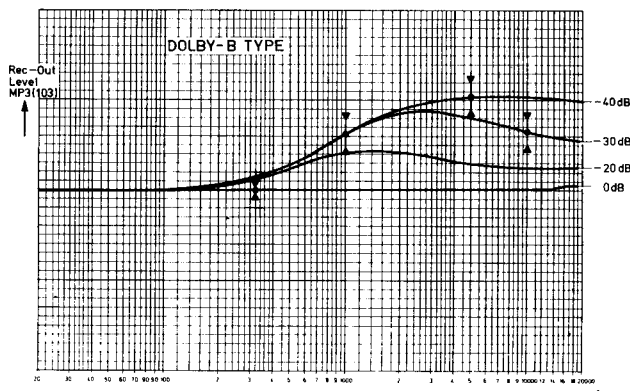
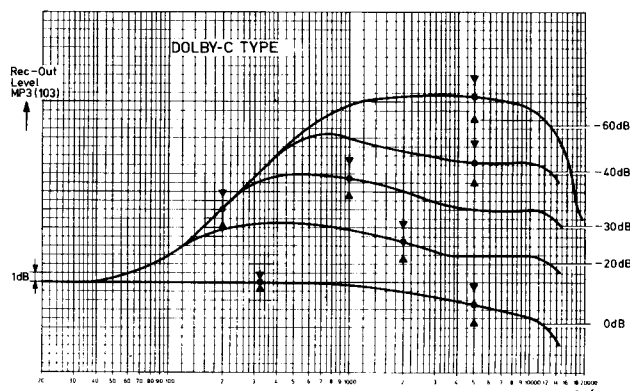

Fig. 15
Fig. 16
- \*c — In de grafieken Fig. 15 en Fig. 16 is aangegeven hoe de spanning op MP3 (MP103) rec-out zich gedraagt t.o.v. de spanning op de monitoruitgang BU6 (BU7) bij verschillende ingangsniveaus.
- \*c — In den graphischen Darstellungen Fig. 15 und Fig. 16 ist angegeben, wie sich die Spannung an MP3 (MP103) "rec-out" gegenüber der Spannung an dem Monitorausgang BU6 (BU7) bei mehreren Eingangspegeln verhält.
- \*c — I grafici Fig. 15 e Fig. 16 fanno apparire il comportamento della tensione su di MP3 (MP103) rec-out nei confronti della tensione di uscita del monitore BU6 (BU7) ai livelli diversi di tensione.